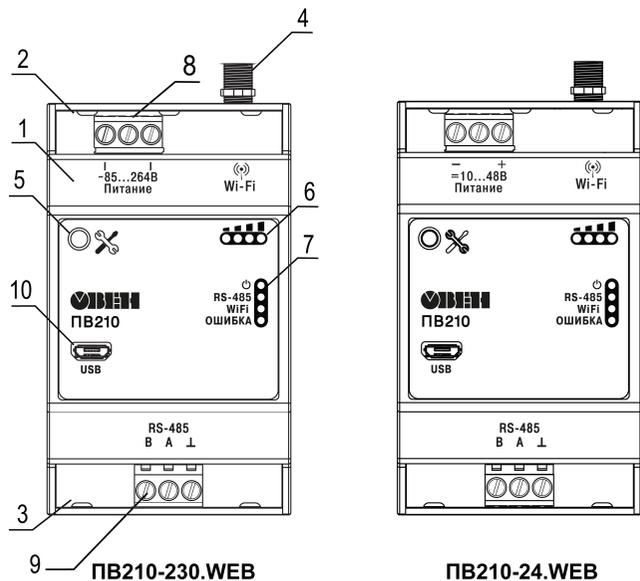

Рисунок 4 – Общий вид прибора
2. Закрепить прибор на DIN-рейке или на вертикальной поверхности с помощью винтов (см. Рисунок 4).